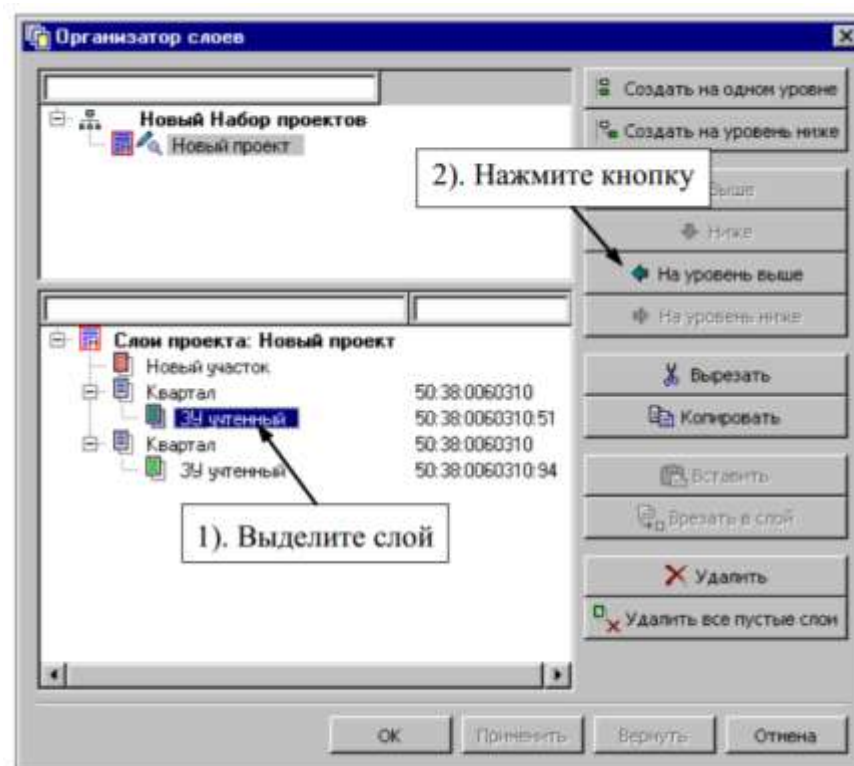

Рисунок 31– Организатор слоев
- В открывшемся диалоге **Организатор слоев** выделите сначала слой/объект *ЗУ Учтенный*, например с кадастровым номером (КН) 50:38:0060310:51 и активизируйте кнопку **На уровень выше** (рис. 31)